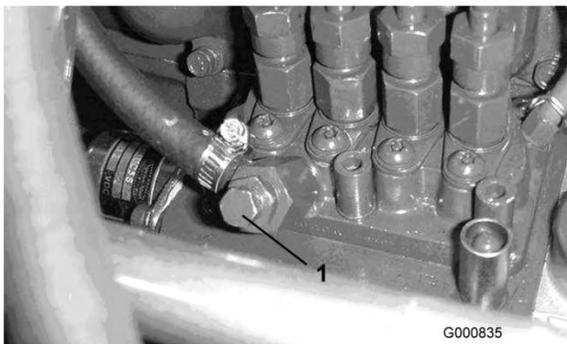

Figura 38
5. Aprite la vite di spurgo dell'aria, situata sulla pompa di iniezione del carburante (Figura 38).